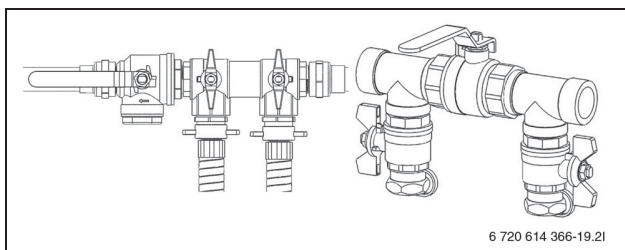

Bild 25 Påfyllnadssatser i påfyllningsläge
- Vrid ventilerna på påfyllnadssatsen så att de står i påfyllningsläge (→ Bild 25).